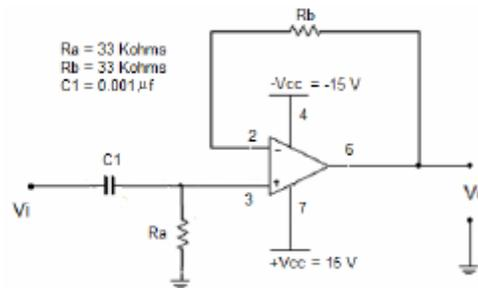

Figura 2. Filtro pasa altas.
5. Armar el circuito de la figura 2